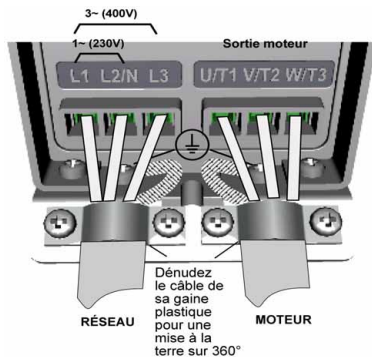

Figure 3.4 : Raccordements de puissance Vacon 10, M11
- Raccordez les câbles réseau, moteur et de commande sur leurs bornes respectives (voir figures 3.4 - 3.8).
Remarque ! Dénudez également les câbles de leur gaine plastique pour une mise à la terre sur 360°. Voir figures 3.4, 3.5 et 3.8.